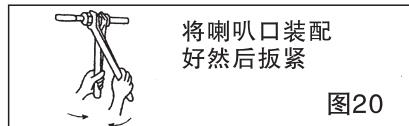

图20
- (3) 用两把扳手按图20那样双手用力且参照表(5)的扭矩牢固地扳紧。